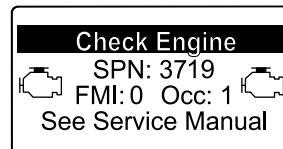

Figure 42
- Si une régénération d'urgence est nécessaire, l'InfoCenter affiche un avertissement moteur SPN 3719, FMI 16 (Figure 42) et le calculateur moteur réduit la puissance du moteur à 85 %.